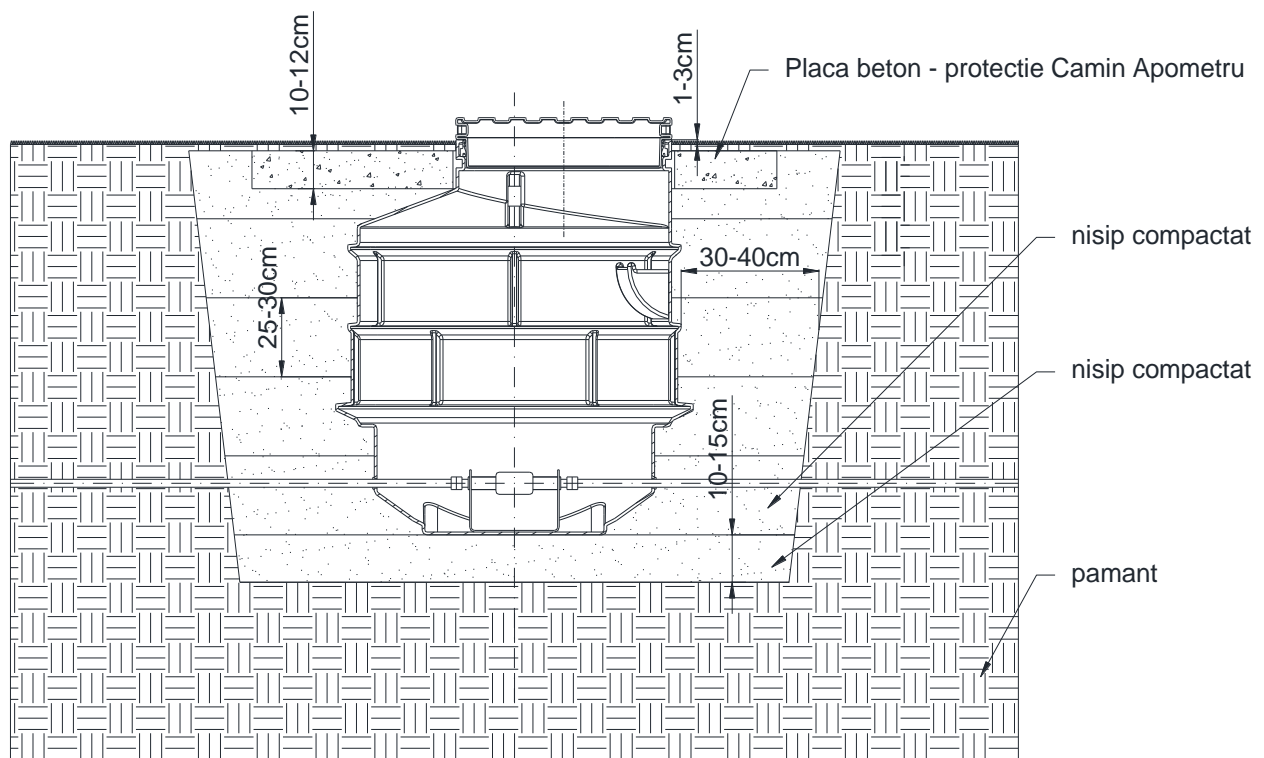

Fig.3
3.7. In conditiile in care caminul cu diametru de 1000 mm se monteaza in zone in care exista riscul sa fie solicitat unor forte de apasare care sa depaseasca 150 kgf se procedeaza conform fig. 3 astfel: